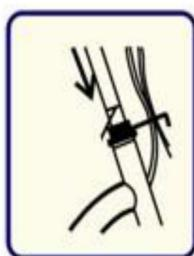

Figura 1
- La profondità di montaggio del tubo verticale del volante non deve essere inferiore alla profondità minima (segno di sicurezza rosso). (Figura 1)-